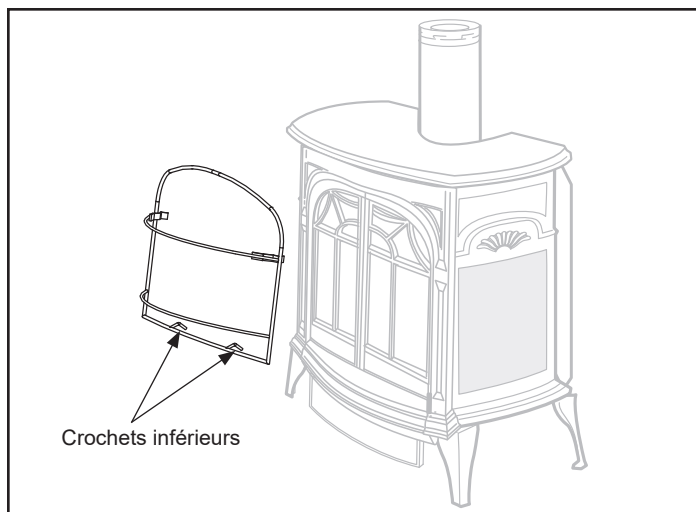

Figure 3.32 – Installer la barrière de sécurité.
2. Placez les deux crochets inférieurs sur le bord inférieur de l'ouverture du poêle (figure 3.32).